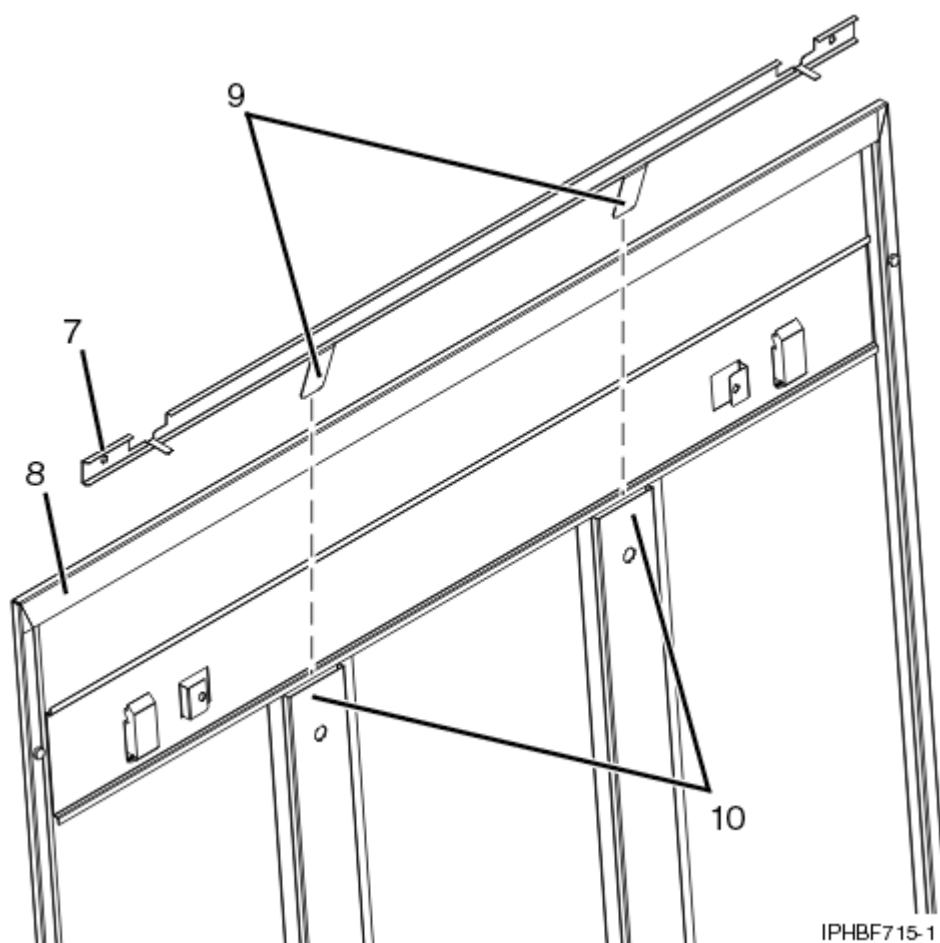

Figura 56. Instal·lació d'una barra corredissa de seguretat
- b. Assegureu-vos que el costat pla de la guia de la barra corredissa **(7)** de la Figura 56 a la pàgina 86, estigui orientada a la part interior del panell de la coberta **(8)**. Inserir els dos taps **(9)** a la guia de la barra corredissa dels dos canals de suport vertical **(10)** al panell de la coberta lateral.